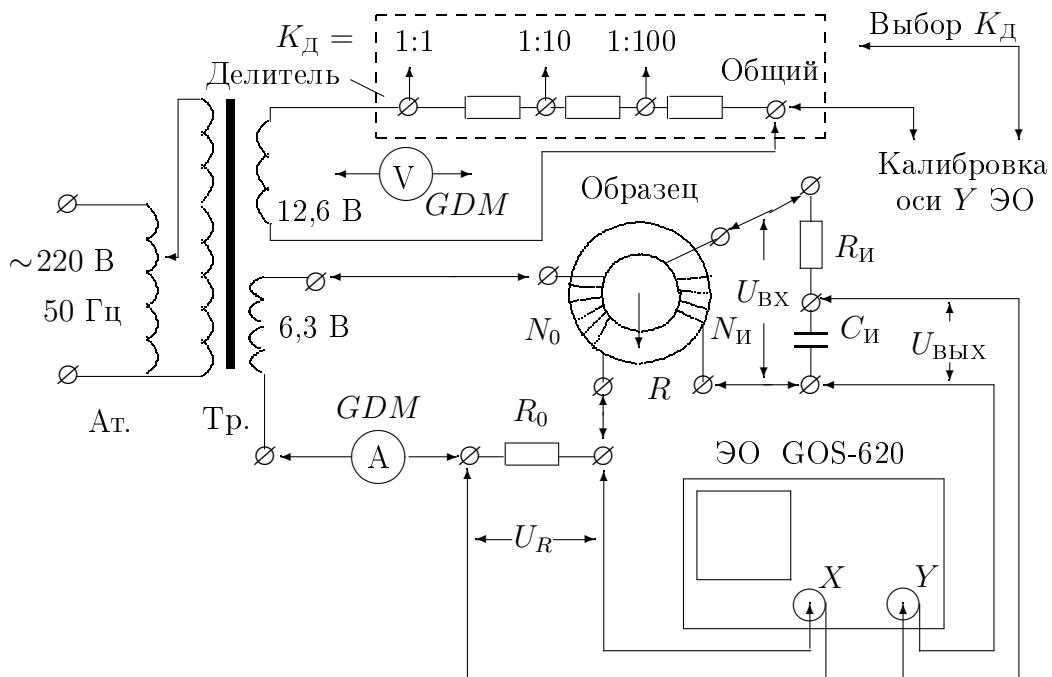

Рис. 2. Схема установки для исследования намагничивания образцов
**Экспериментальная установка.** Схема установки приведена на рис. 2. Напряжение сети (220 В, 50 Гц) с помощью регулировочного автотрансформатора Ат через разделительный понижающий трансформатор Тр подаётся на намагничивающую обмотку  $N_0$  исследуемого образца.
**Проверка калибровки вертикальной оси ЭО с помощью вольтметра** Сигнал с обмотки 12,6 В понижающего трансформатора (рис. 2) подаётся на делитель напряжения. Часть этого напряжения снимается с делителя с коэффициентом деления  $K_D$  (1/10 или 1/100) и подаётся на вход  $Y$  ЭО (вместо напряжения  $U_C$ ). Мультиметр  $V$  измеряет напряжение  $U_{ЭФ}$  на этих же клеммах делителя. Измерив  $2y$  — длину вертикальной прямой на экране, можно рассчитать чувствительность канала  $Y$ :
1. Соберите схему согласно рис. 2 (соединительные провода показаны на рисунке стрелками). Подготовьте приборы к работе: